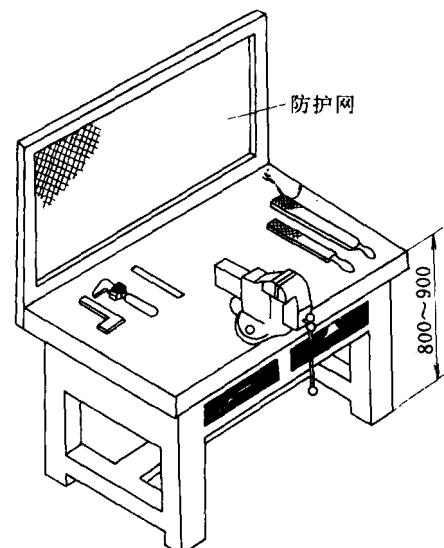

图 1-2 钳台
(2) 钳台 钳台也称钳桌，有多种式样，图 1-2 所示为其中的一种。钳台的高度约为 800~900mm，装上台虎钳后，正好适合于操作者的工作位置。